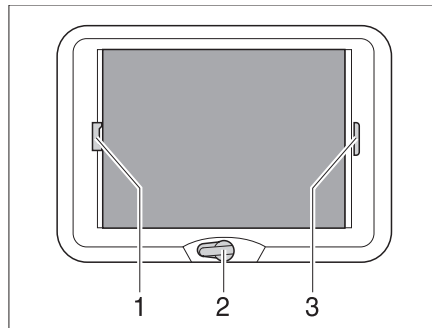

Bild 85 Kurbelhub-Dachhaube
- Die Handkurbel (Bild 85,2) drehen, bis Widerstand spürbar ist (max. Öffnungswinkel 70°).
- Die Faltverdunklung am Griff (Bild 85,3) ziehen und an der gewünschten Position loslassen. Die Faltverdunklung bleibt in dieser Position stehen.
- Den Insektenschutz am Griff (Bild 85,1) zum gegenüberliegenden Griff der faltverdarkung (Bild 85,3) ziehen und einrasten lassen.
- Den Griff des Insektenschutzes (Bild 85,1) hinten nach oben drücken und den Insektenschutz an der faltverdarkung (Bild 85,3) aushängen.